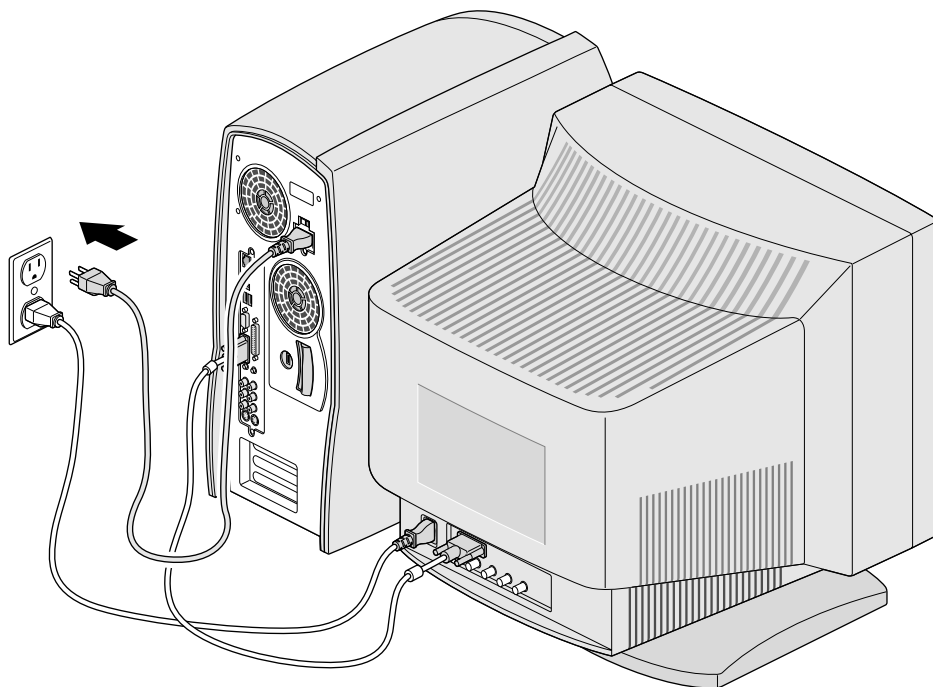

图 1-7 连接电源线与系统
6. 电源线一端插入系统背后的插孔，另一端接电源插座，如图 1-7 所示。